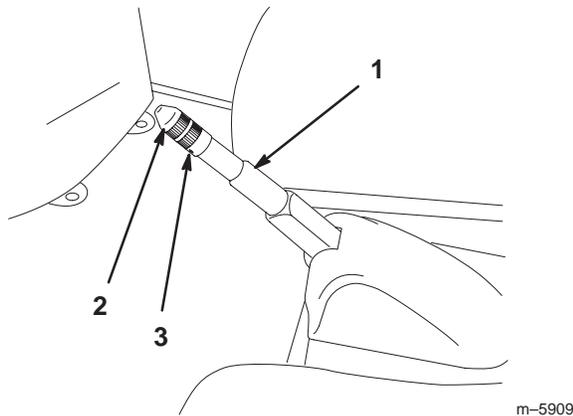

Bild 33
2. Lockern Sie die Stellschraube, mit der der Knopf am Feststellbremshebel befestigt ist (Bild 33).